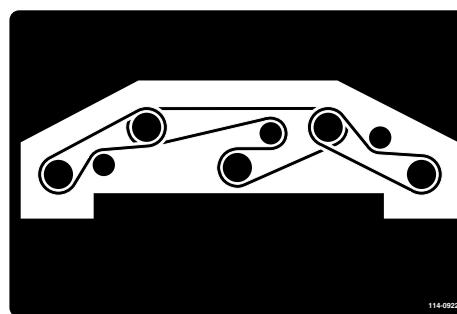

Bild 116
- Verlegen Sie den neuen Riemen um die Spindelscheiben und die Spannscheiben (Bild 116).